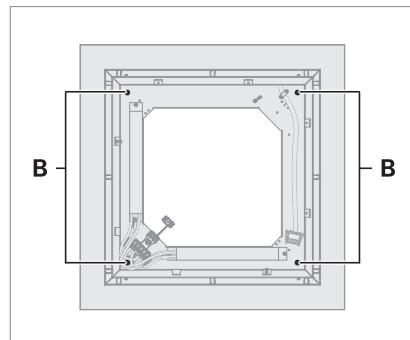

Fig. 3: Leuchtenrahmen an Decke fixieren.
- ▶ Fixieren Sie den Leuchtenrahmen an der Decke, indem Sie die vier Schrauben B gleichmäßig anziehen, siehe Fig. 3.